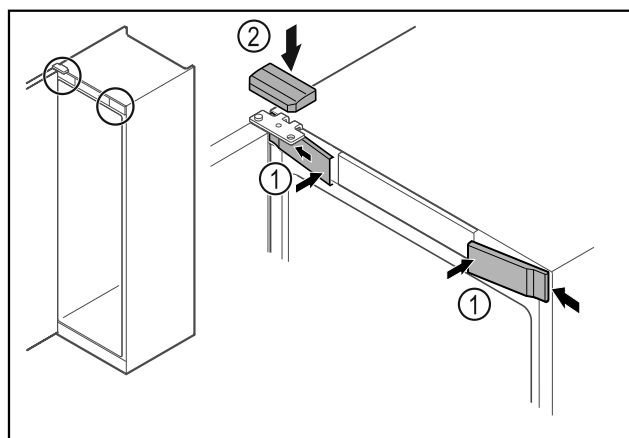

Fig. 49 *
- ▶ Įkabinkite priekines dengiamąsias plokšteles Fig. 49 (1) šone ir užfiksuokite.*
- ▶ Užfiksuokite viršutinę dengiamąją plokštelę Fig. 49 (2) iš viršaus.*